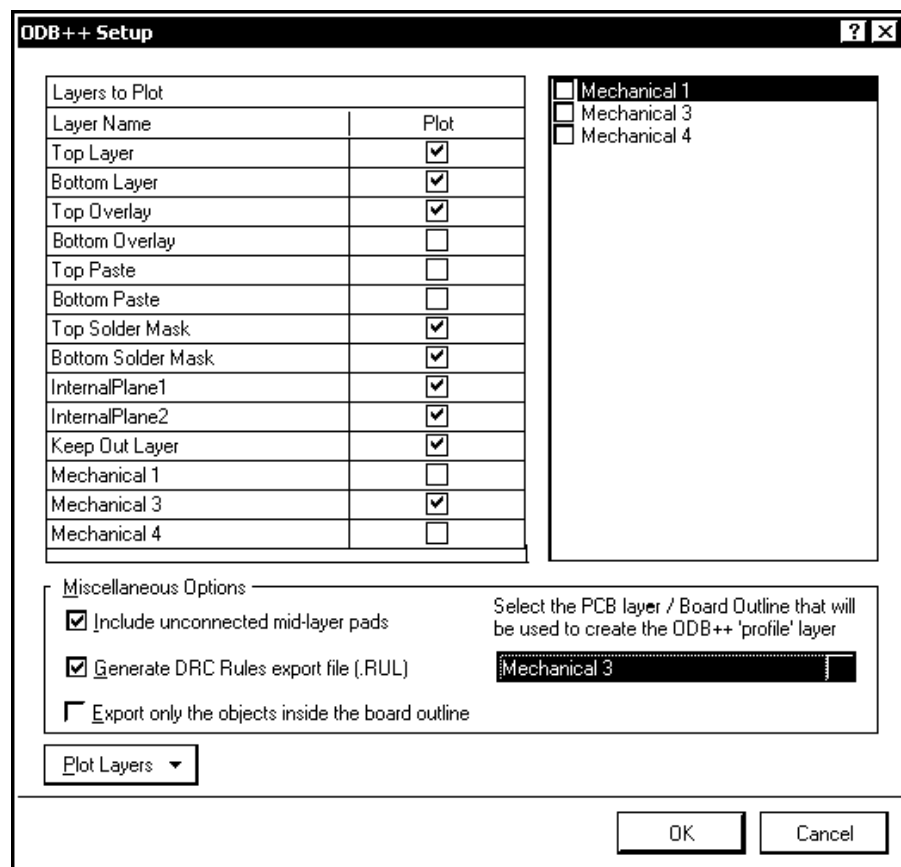

Рис. 13.17. Настройка экспорта в формат ODB++
1. Командой меню **File | Fabrication Outputs | ODB++ Files** открыть диалог настройки **ODB++ Setup** (рис. 13.17).
- ❑ В каталог **User** экспортируется файл правил DRC-контроля, если его экспорт был задан в диалоге настройки (см. рис. 13.17).